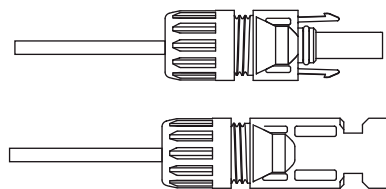

Figura 3.5 Conector com Porca Aparafusada
c) Insira o pino de contato na parte superior do conector e aperte a porca da capa na parte superior do conector. (como mostrado na figura 3.5)